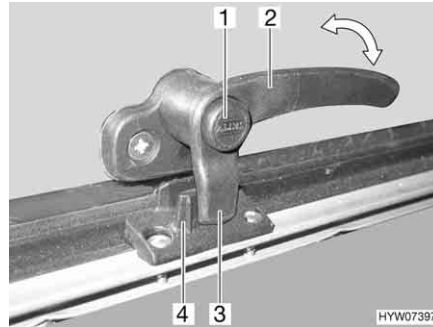
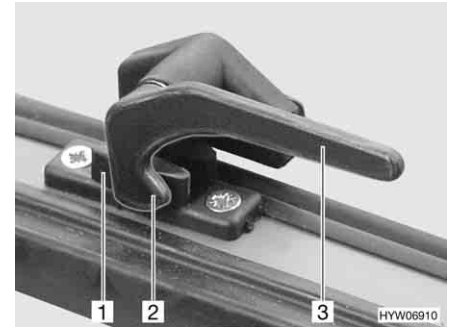

Fig. 53 Levier de verrouillage avec bouton de sécurité en position "Fermé"
Fig. 54 Levier de verrouillage en position "Fermé"
- S'il existe, appuyer sur le bouton de sécurité (Fig. 53,1) et le maintenir enfoncé.
- Tourner le levier de verrouillage (Fig. 53,2 ou Fig. 54,3) d'un quart de tour vers le centre de la fenêtre.
- Tourner le levier de verrouillage (Fig. 53,2 ou Fig. 54,3) d'un quart de tour vers le cadre de la fenêtre. Le tenon de verrouillage (Fig. 53,3 ou Fig. 54,2) du levier de verrouillage repose complètement sur le côté intérieur du verrouillage de fenêtre (Fig. 53,4 ou Fig. 54,1).
- En position "Fermé" (Fig. 53 et Fig. 54)